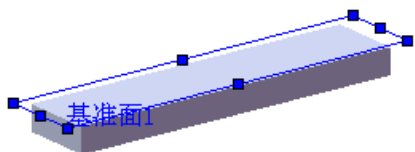
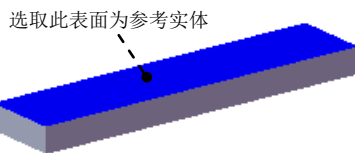
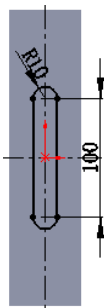

图 17.10.40 创建基准面 1
图 17.10.41 定义基准面的参考实体
图 17.10.42 草图 1
Step3. 创建图 17.10.40 所示的基准面 1。选择下拉菜单 **插入(I)** → **参考几何体(G)** → **基准面(E)...** 命令；选取图 17.10.41 所示的模型表面为所要创建的基准面的参考实体，在 后文本框输入 2.5。单击 按钮，完成基准面 1 的创作。
Step4. 绘制图 17.10.42 所示的草图 1。草图平面为图 17.10.41 所示的模型表面。